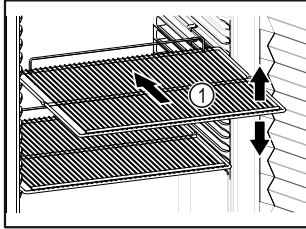

Fig. 61 Beispielhafte Darstellung
- Wenn Abstellroste Fig. 61 (1) versetzbar sind, je nach Höhe anpassen.